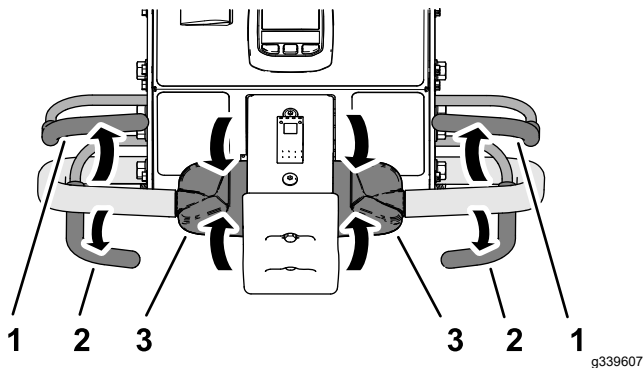

Figura 86
1. Dacă efectuai aerarea, eliberai maneta de aerare (**Figura 86**) pentru ridicarea capului de carotaj; consultai Ridicarea capului de carotaj (Pagină 47).